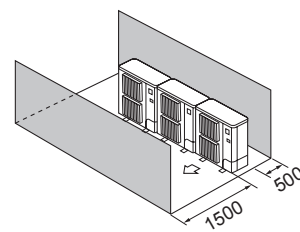

Fig. 2-15
- ④ Šķēršļi tikai iekārtas priekšpusē un aizmugurē (Fig. 2-15)